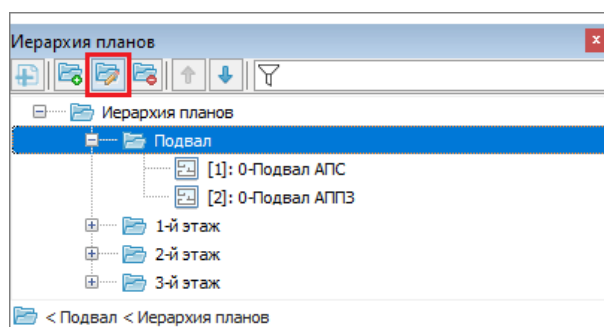

Рисунок 6-593 Редактирование наименования группы планов по кнопке на панели инструментов иерархии планов
- либо выделите в дереве иерархии планов ту группу планов, наименование которой необходимо изменить, и нажмите кнопку  «Редактировать» на панели инструментов иерархии планов (см. Рисунок 6-593);